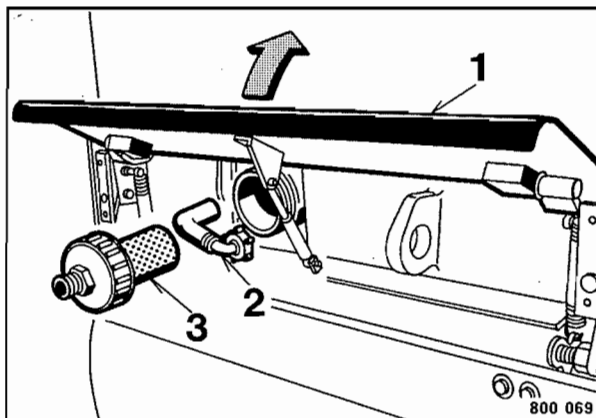

Fig. 107
- Abrir la chapaleta trasera 1 (Fig. 107).
- Desenroscar la tuerca racor (2).
- Desenroscar el filtro de agua (3) y limpiarlo.